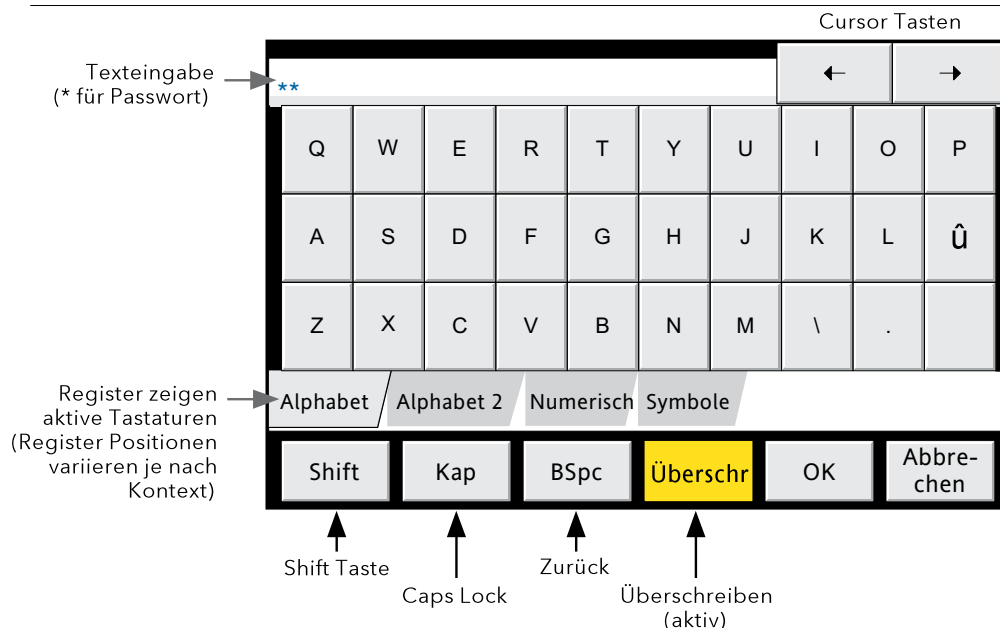

Abbildung 3.3.1b Alphabet 1 Tastatur
- 3 Wenn Sie den Eingabebereich für das Passwort berühren, erscheint eine Tastatur (Abbildung 3.3.1b).